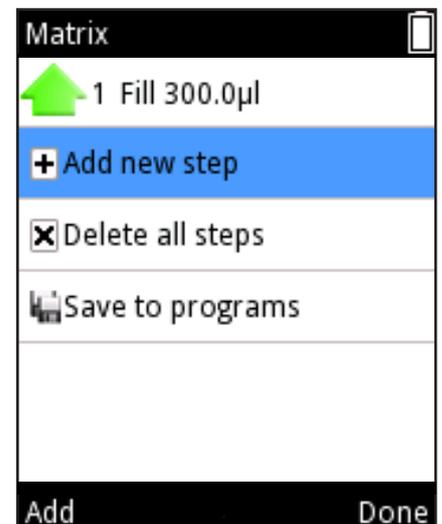

Abb. D11.
4. Um einen weiteren Pipettierschritt hinzuzufügen, wählen Sie „Add new step“ (Abb. D11) und drücken Sie  (**Add**).